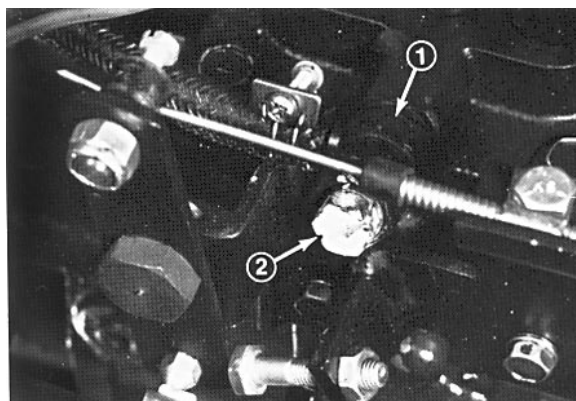

Fig. 13
4. Aprire la vite di spurgo dell'aria sulla pompa di iniezione del carburante (Fig.13) con una chiave da 12 mm.